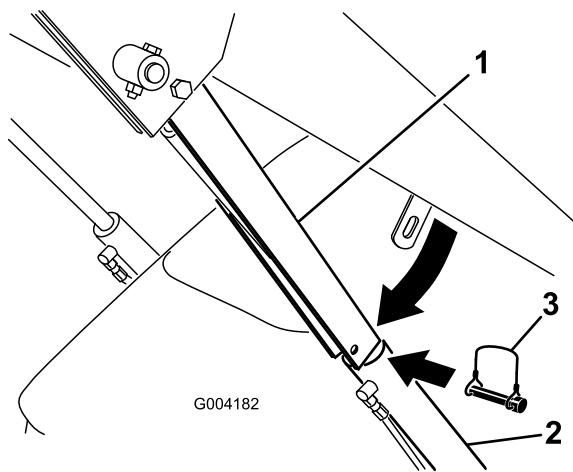

Bild 23
- Entfernen Sie den Klappstecker, mit dem das Zylinderschloss am Hubarm befestigt ist (Bild 23).
5. Senken Sie das Zylinderschloss über die Zylinderstange und befestigen Sie es mit dem Klapstecker (Bild 23).